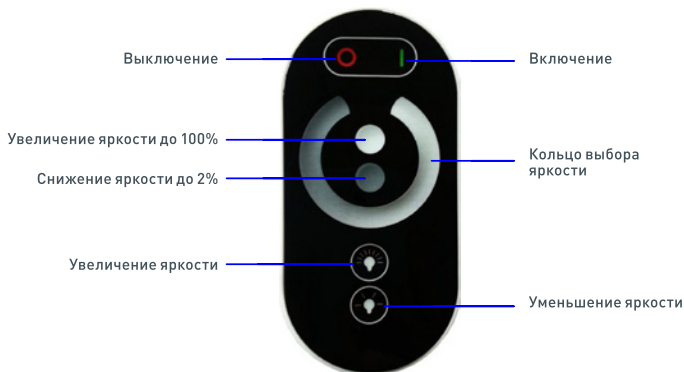

Рис.2. Управление диммером.
- 3.8. Проверьте управление (см. Рис.2.)